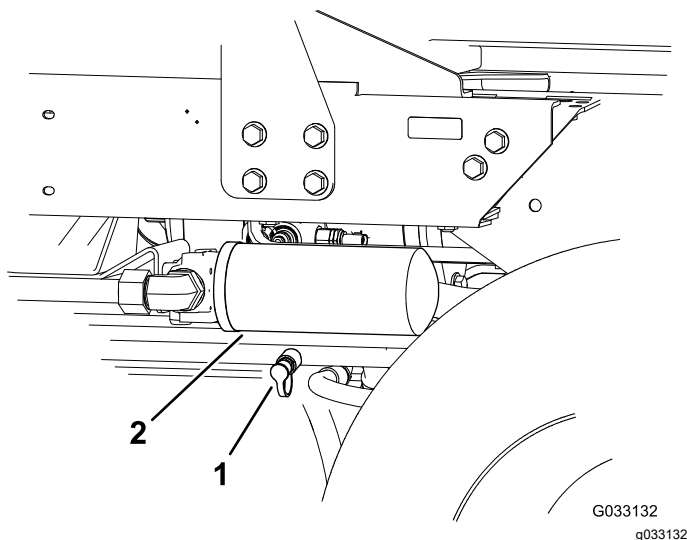

Figura 76
2. Conecte una manguera hidráulica entre el acoplamiento diagnóstico del colector de tracción trasera, y el punto de prueba de presión de tracción en marcha atrás (Figura 76).